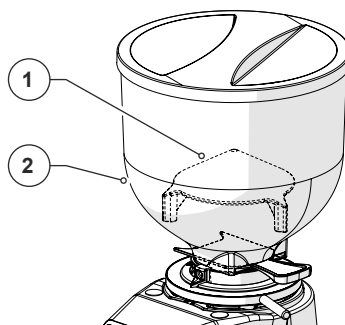

Abb. 3
- **Pilz für Eindringenschutz am Kaffee-Einlauffrichter (Abb. 3)**